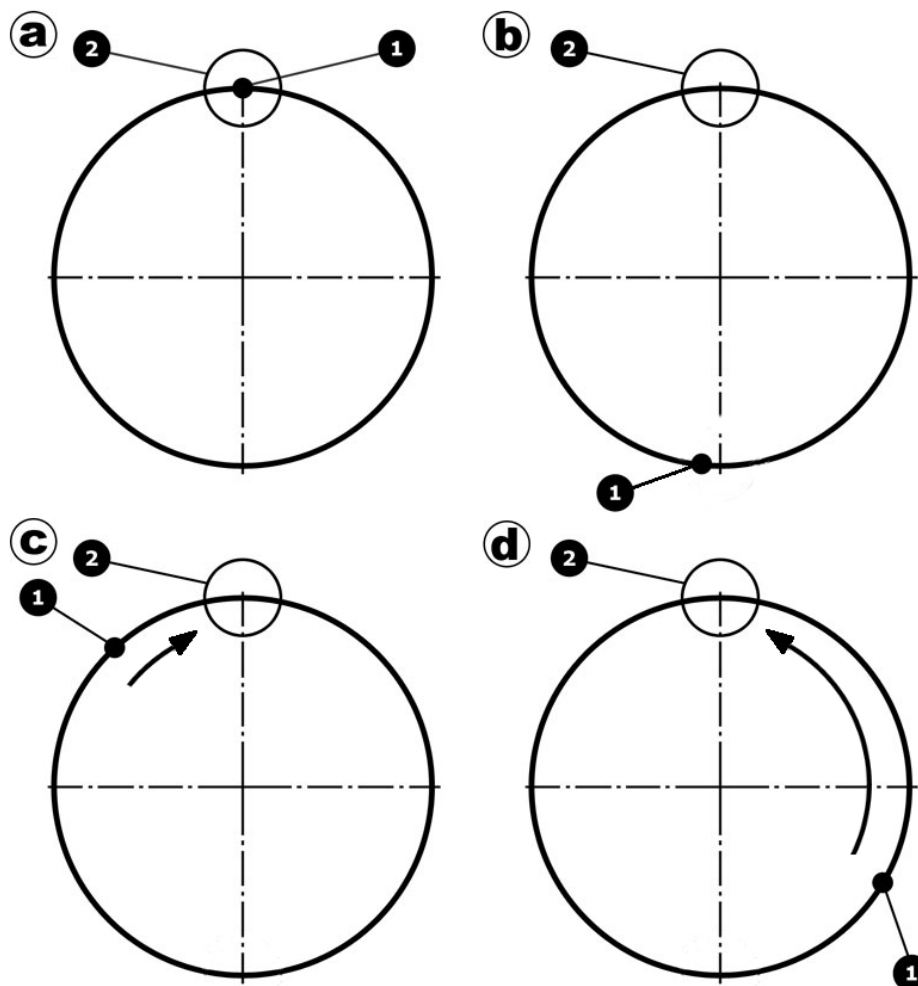

Рис. 6.8. Корректировка положения грузика: 1 - предварительно прикрепленный грузик
- или незначительно отличается от него, необходимо *увеличить грузик* (рис. 6.8а),
- ▲ если местоположение нового дисбаланса находится точно напротив ранее прикрепленного грузика или очень близко от этого места, необходимо *уменьшить грузик* (рис. 6.8б),
- ▲ если местоположение нового дисбаланса находится слева или справа от места предыдущего дисбаланса (соответственно рис. 6.8с и рис. 6.8д), необходимо *переместить грузик* в направлении нового дисбаланса, независимо от того, находится место корректировки "на 6 часов" или "на 12 часов".